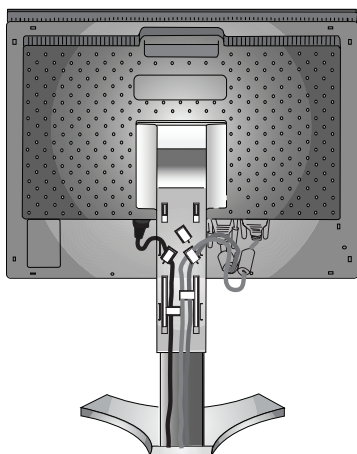

Abbildung C.2
Führen Sie das Netzkabel durch die in **Abbildung C.2** angegebenen Halterungen.
Führen Sie das DVI-Kabel und das 15polige Mini-D-Sub-Signalkabel durch die in **Abbildung C.2** angegebenen Halterungen.
6. Sorgen Sie dafür, dass alle Kabel flach am Fuß anliegen (**Abbildung C.2**).